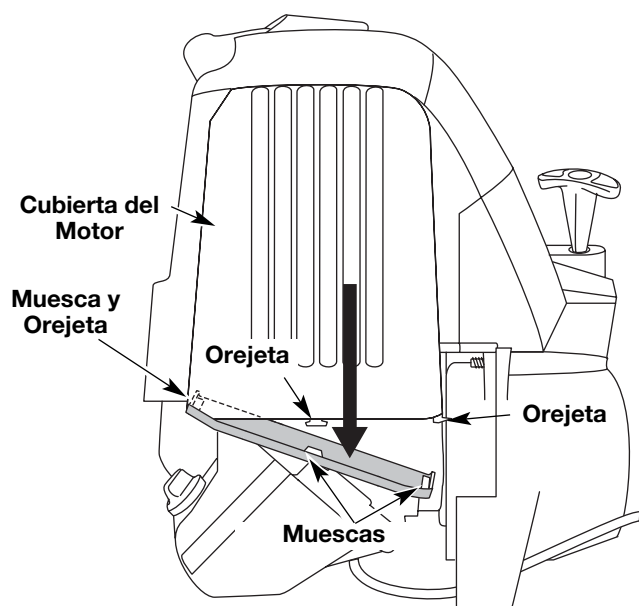

Fig. 33
2. Suelte el gatillo del regulador y deje que el motor funcione en mínima. Si el motor se para, inserte un destornillador Phillips pequeño en el orificio de la cubierta del motor (Fig. 33). Gire el tornillo de mínima hacia adentro, en sentido horario, de a 1/8 de vuelta por vez (según sea necesario) hasta que el motor funcione en mínima suavemente.
1. Retire la cubierta del silenciador presionando la esquina con un destornillador de vástago plano (Fig. 33). Deslice las muescas a los lados de la cubierta del silenciador sobre las orejetas de la cubierta del motor y retire.
13. Vuelva a colocar la cubierta del silenciador. Deslice las muescas a los lados de la cubierta del silenciador sobre las orejetas de la cubierta del motor y enganche en su lugar (Fig. 33).